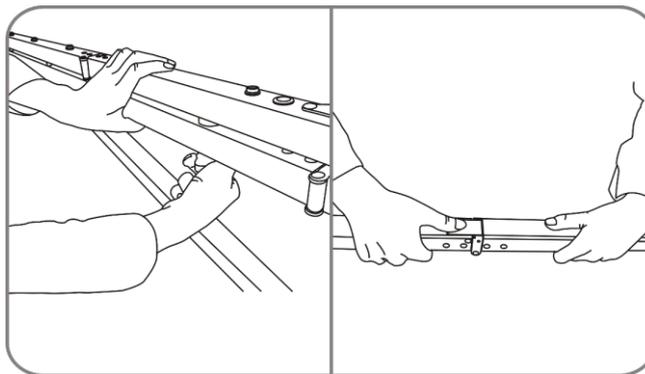

Fig. 18
- 04) Saque los tornillos de ambas patas y quítelas (Fig. 18). Afloje los cierres de las articulaciones de giro y pliegue las patas.